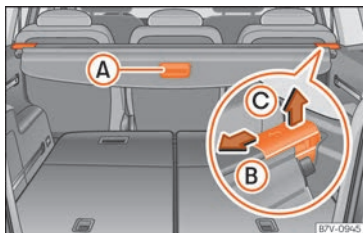

Fig. 141 Dans le coffre à bagages : plage arrière du coffre à bagages.
- Tirez légèrement la poignée vers l'arrière sur la plage arrière » **fig. 141 A**.
- Déverrouillez la plage arrière dans le sens de la flèche » **fig. 141 B**.
- Appuyez sur la plage arrière dans le sens de la flèche » fig. 141 (B).
- Déverrouillez la plage arrière dans le sens de la flèche » fig. 141 (B), puis soulevez-la dans le sens de la flèche (C).